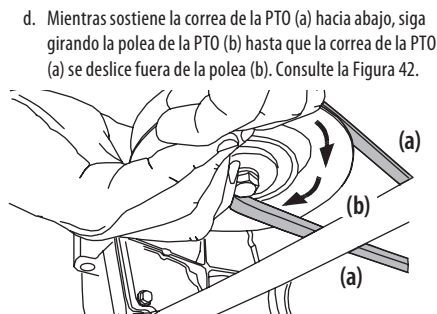

Figura 42
- Tire del lado derecho de la correa de la PTO hacia atrás y coloque el lado V angosto de la correa de la PTO en la p Polea de la PTO. Consulte la Figura 42 en la página 62.
- Mientras sostiene la correa y la p Polea de la PTO juntas, gire la p Polea de la PTO hacia la izquierda (Vea la Figura 42 en la página 62). Siga sosteniendo y rotando la p Polea de la PTO y la correa de la PTO hasta que la correa de la PTO se enrolle totalmente en la p Polea de la PTO.